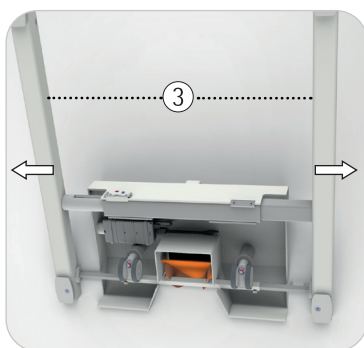

Fig. 4.9
veja Fig. 4.9 Puxe para fora os carris de deslocamento ③ na medida do necessário.